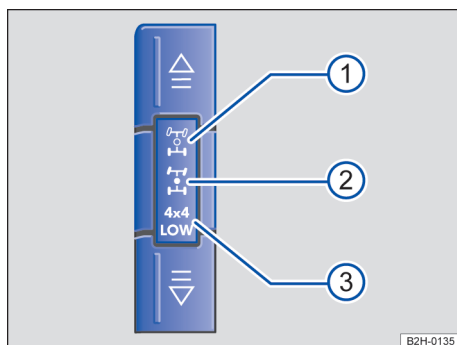

Fig. 108 No console central: botões para ligar e desligar a tração nas quatro rodas.
Em veículos com tração nas quatro rodas selecionável, na condição inicial, a tração traseira sempre está ativa. A tração nas quatro rodas é acionada manualmente em 2 etapas pelos botões no console central → Fig. 108.
Utilizar a tração traseira em ruas secas com solo firme. Com a tração traseira acionada, acende-se o símbolo → Fig. 108 ① no console central.
- Pressionar o botão uma vez. pisca por alguns segundos no instrumento combinado. A tração nas quatro rodas (4X4 HIGH) estará ativada se no instrumento combinado e no console central → Fig. 108 ② estiver acesa de modo permanente.
- Pressionar novamente o botão com o motor em funcionamento e a tração nas quatro rodas acionada (4X4 HIGH). 4X4 LOW pisca durante alguns segundos no instrumento combinado. A tração nas quatro rodas com nível de rodagem intensamente reduzido (4X4 LOW) estará ativada se no instrumento combinado e no console central 4X4 LOW → Fig. 108 ③ estiver acesa de modo permanente.